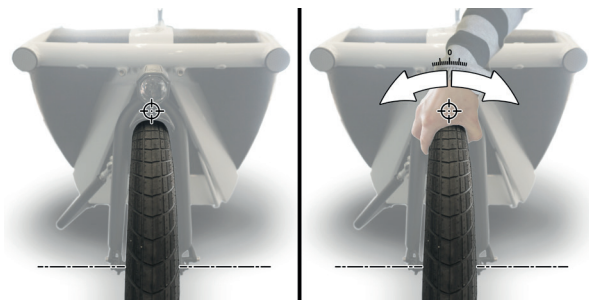

Abbildung 38 : Prüfen des Spiels an der Nabenachse
- Prüfen Sie das Spiel an der Nabenachse (siehe Abbildung 38). An den Nabenlagern kann sich durch Verschleiß ein Spiel entwickeln. Ein übermäßiges Nabenspiel kann die Bremsleistung beeinträchtigen, andere mechanische Probleme verursachen und das Fahrverhalten des Fahrrads beeinträchtigen. Wenden Sie sich bitte an Ihren Urban Arrow-Händler, falls Sie ein Spiel an der Nabenachse entdecken.